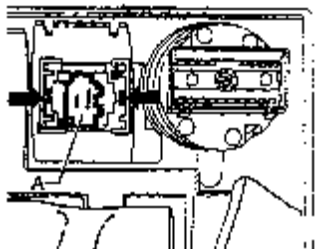

图 11-95 拆卸照明范围调节器
(1) 照明范围调节器的拆卸
- ① 拆卸驾驶员侧面的仪表板饰盖，拔出连接插头。
- ② 如图 11-95 所示。在照明范围调节器上压紧侧面的固定凸缘，使止动销脱开。
- ③ 向后面从仪表饰盖的安装框中取出照明范围调节器。